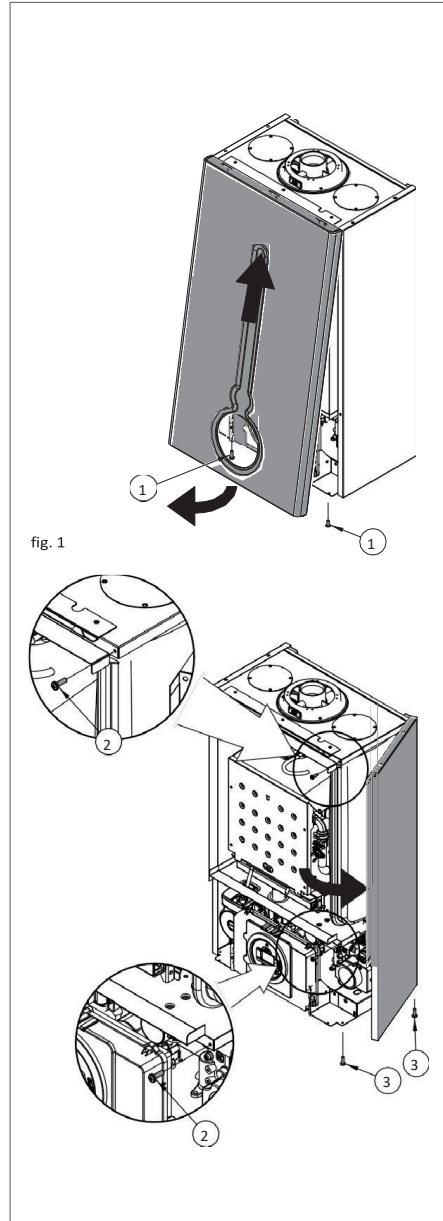

fig. 1
Retire los tornillos de fijación (1 - fig.1) situados en el borde inferior del panel frontal;
agarre el panel frontal por la parte inferior y extráigalo tirando de él hacia usted y luego hacia arriba (véase la fig. 1).
Retire los tornillos de fijación (2 - fig.1) situados en el borde delantero del panel lateral;
Retire los tornillos de fijación (3 - fig.1) situados en el borde inferior del panel lateral;
agarre la parte inferior del panel y retírelo desplazándolo lateralmente y tirando después hacia arriba (véase la fig. 1).
' Agarre al mismo tiempo los soportes de apoyo del panel de mandos (fig. 1) aflojándolos y gire el panel hacia abajo;
' Desenroscar los dos tornillos de fijación 1 - fig. 1;
' Desenganche los cuatro ganchos '2' - fig. 1;
- 'G ire el grifo de descarga del sistema 'RS' (fig. 1);